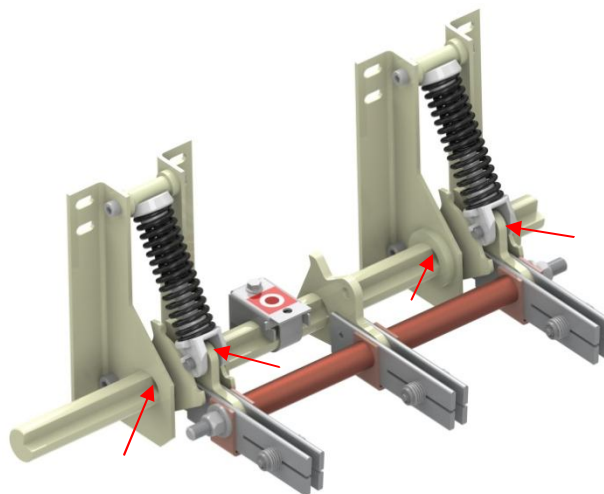

Рис. 6 Места смазки.
- 2.2.9 Смазать трущиеся поверхности смазкой ЦИАТИМ 221 согласно Рис.6.